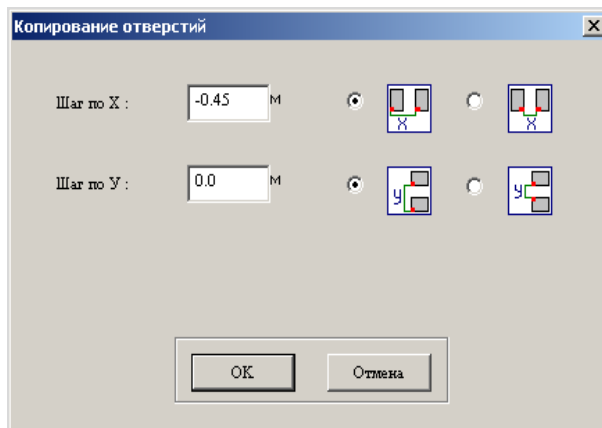

Рис.1.6.13. Окно диалога **Копирование отверстий**
- в окне диалога **Копирование отверстий** (рис.1.6.13) задайте следующие параметры: